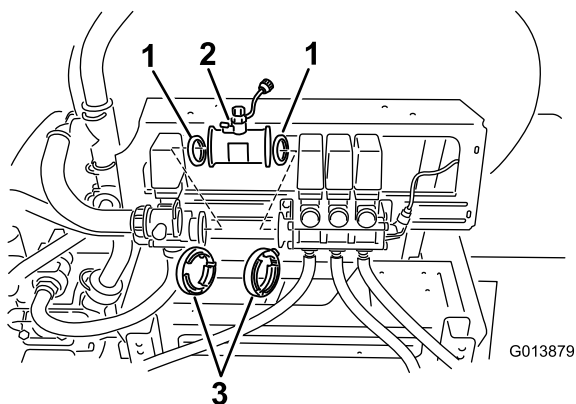

図 6
- 6. 攪拌バルブとブームバルブ・アセンブリの間にフローメータを取り付ける；フローメータについている矢印がブームバルブ（3個）の方に向かうように取り付けること（図 6）。
- A. 既存のガasketは、攪拌バルブにはまるようにフローメータ側に取り付ける（図 6）。